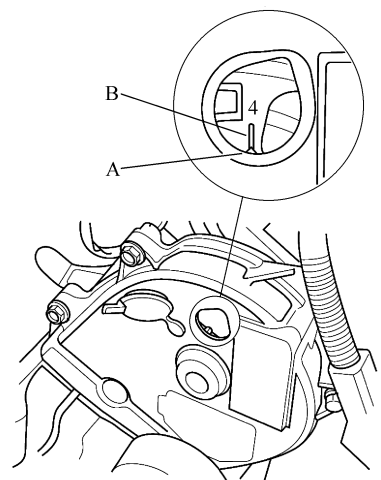

图 2-16 顺时针旋转曲轴
(B)对准, 见图 2-16。
9) 顺时针旋转曲轴。将前上盖上的指针 (A) 与前凸轮轴带轮上的 2 号活塞 TDC 标记 (B) 对准, 见图 2-16。